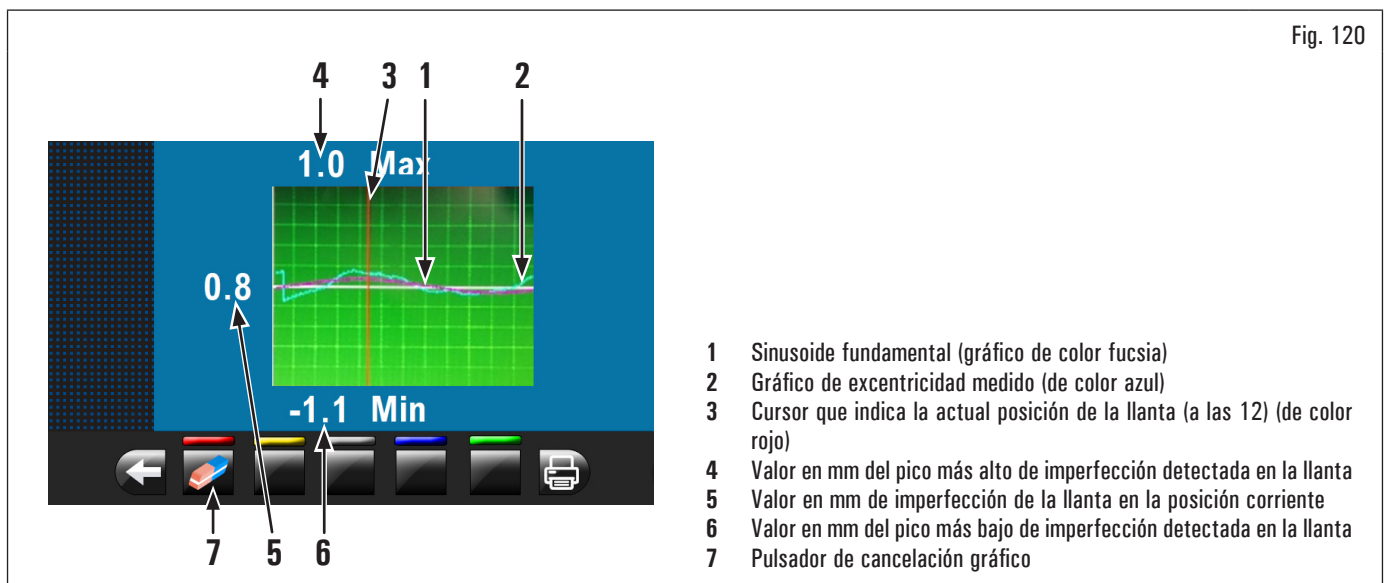

Fig. 120
El gráfico de color azul (Fig. 120 ref. 2) representa exactamente la evolución geométrica de la llanta. Cuanto más la llanta es redonda y lineal, más el gráfico resulta plano, en caso contrario, cuanto más la llanta presenta imperfecciones, más el gráfico resulta amplio.
Se puede seguir la excentricidad en el gráfico girando manualmente la llanta, el cursor (Fig. 120 ref. 3), de color rojo, indica la posición de la llanta a las 12.